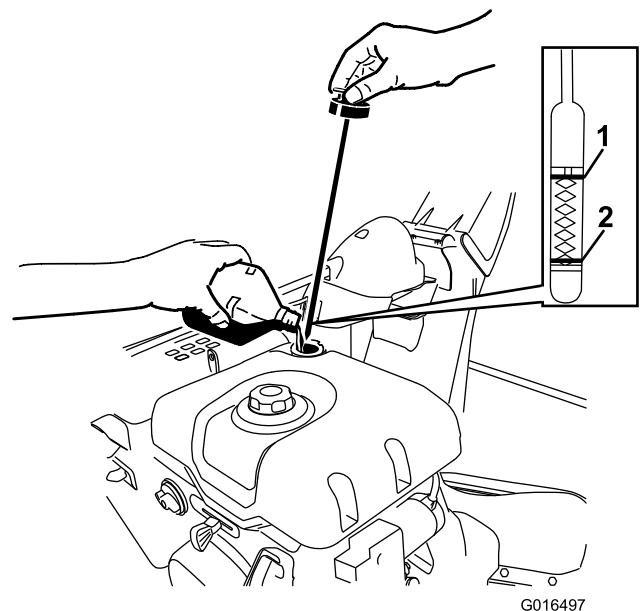

Bild 50
- Nehmen Sie den Peilstab heraus und füllen Sie das Öl langsam in den Öleinfüllstutzen ein, um den Ölstand auf die Voll-Markierung am Peilstab anzuheben (Bild 50). **Überfüllen Sie nicht.**